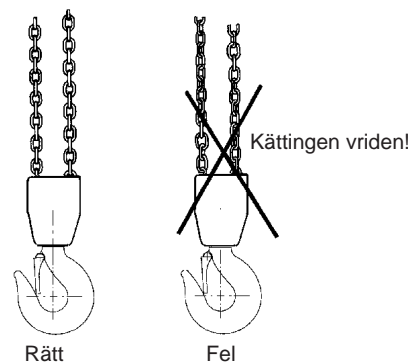

Fig 3 Kättingen får ej vara vriden
- Lastkättingen får inte ha kinkar och ej heller vara vriden. För 2- eller flerpartigt lyftblock finns risken att kättingen blir vriden genom att underblocket råkar bli vänt igenom kättingslingan – oftast vid ommontering eller flyttning av lyftblocket mellan olika arbetsställen. Se fig 3.